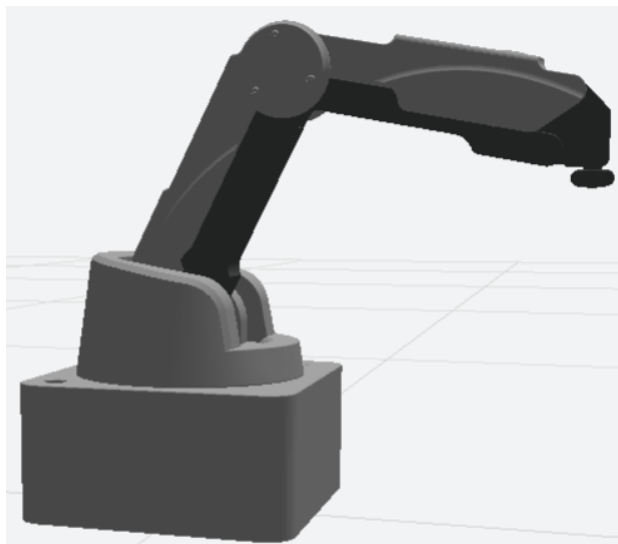

Рисунок 31 – Исходное положение манипулятора
7. Прозвучит сигнал «Система запущена. Внимание! Начинается процесс калибровки. Будьте осторожны, не касайтесь манипулятора и убедитесь, что посторонние предметы не мешают движению устройства. Калибровка начнется через 5, 4, 3, 2, 1». Запустится калибровка: манипулятор должен сначала поднять стрелу вверх, затем совершить повороты влево-вправо и остановиться в исходном положении (см. Рисунок 31). По окончании калибровки прозвучит сигнал: «Калибровка прошла успешно».